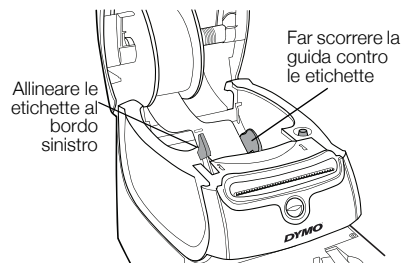

Figura 8
- Le etichette devono essere caricate con il lato sinistro contro il bordo sinistro della fessura di caricamento. Vedere la Figura 8.
- 7 Allineare il lato sinistro dell'etichetta con il bordo sinistro della fessura di caricamento e inserire l'etichetta nella fessura. Vedere la Figura 8.
- 8 Far scorrere la guida verso sinistra fino ad allinearla con il lato destro dell'etichetta. Vedere la Figura 8. Sincerarsi che la guida non pizzichi l'etichetta.